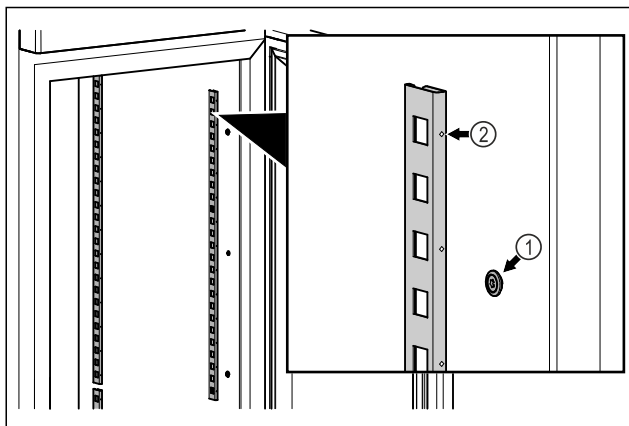

Fig. 83 Przykładowa prezentacja
- ▶ Zaczepić listwę zaczepową w mocowaniu Fig. 83 (1). Zaznaczenie Fig. 83 (2) musi być skierowane do przodu.